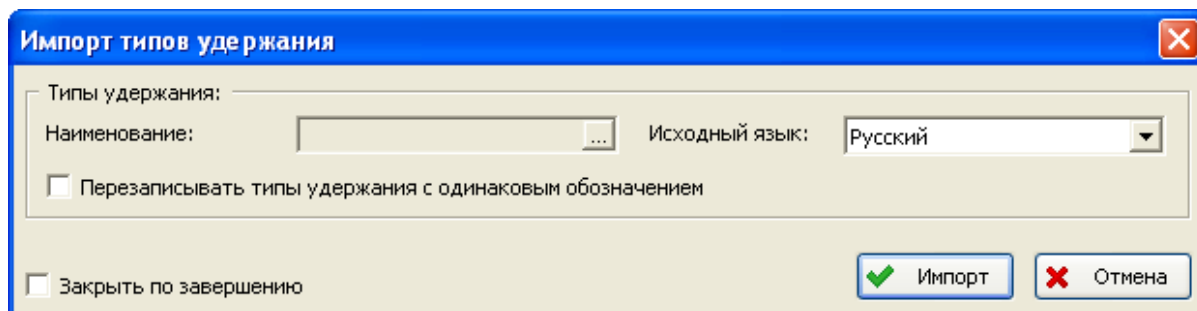

Рис. 4-113
2. В появившемся окне введите параметры импорта (рис. 4-113):